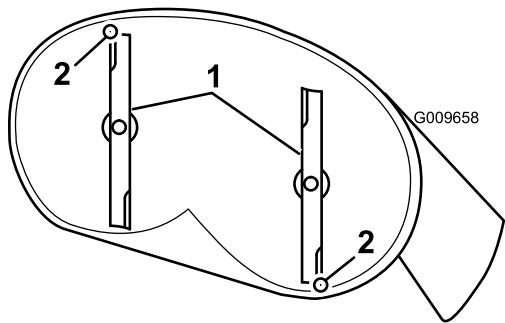

Bild 51
4. Drehen Sie die Messer vorsichtig, sodass sie in Längsrichtung zeigen (Bild 51).
5. Messen Sie zwischen der Messerspitze vorne und hinten und der ebenen Fläche (Bild 51). Stellen Sie die vordere Sicherungsmutter ein, wenn die vordere Schnittmesserspitze nicht um 1,6–7,9 mm tiefer liegt als die hintere.
vordere Schnittmesserspitze um 1,6–7,9 mm tiefer liegt als die hintere Spitze (Bild 51).